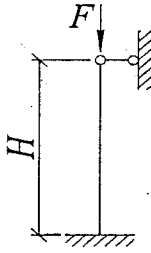

Рисунок 12.1 – Розрахункова схема центрально стиснутої зварної колони
1. Накреслити схему, яка наведена на рис. 12.1, і виконати обчислення згідно з прикладом, наведеним нижче.